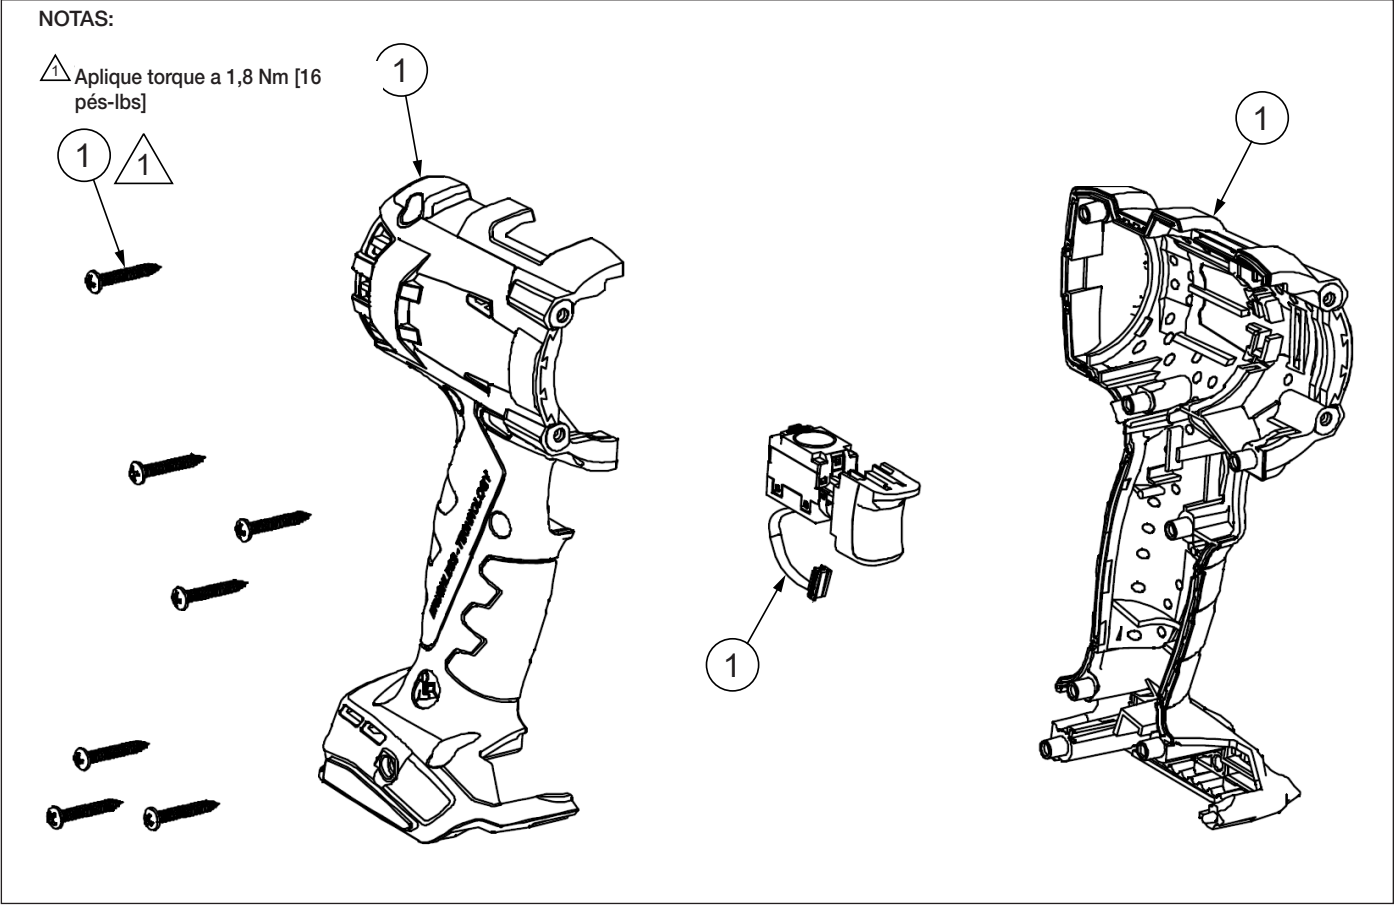

Figura 7: Kit de Reparo do Manípulo
9.2.1 Tabela de Peças (Figura 7)